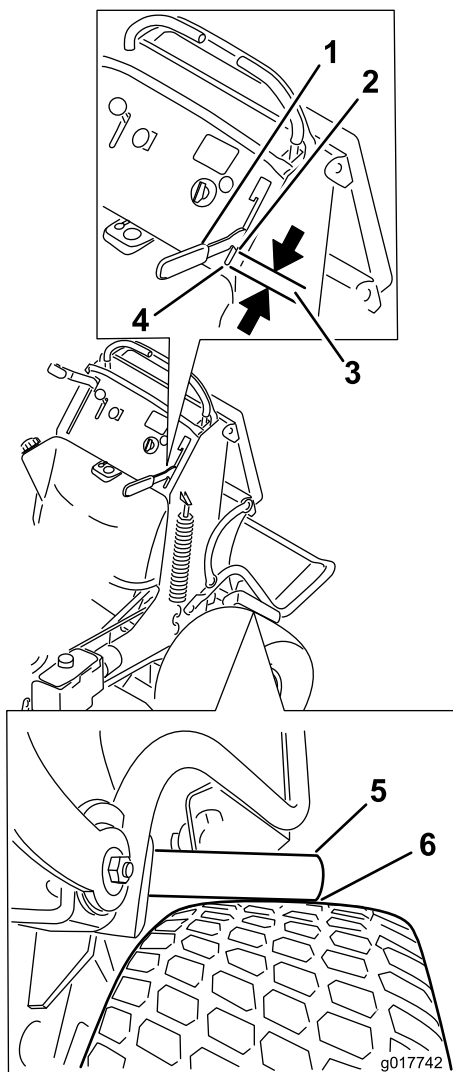

Figura 70
4. Accione la palanca del freno hasta que las barras de freno apenas entren en contacto con el neumático (Figura 70).
5. Mida la distancia que hay entre el borde delantero de la palanca de mano y el final de la ranura del panel de control cuando la barra de freno empieza a tocar el neumático. Esta distancia debe ser de 19 mm (3/4 pulgada). Ajuste el freno si es necesario (Figura 70).